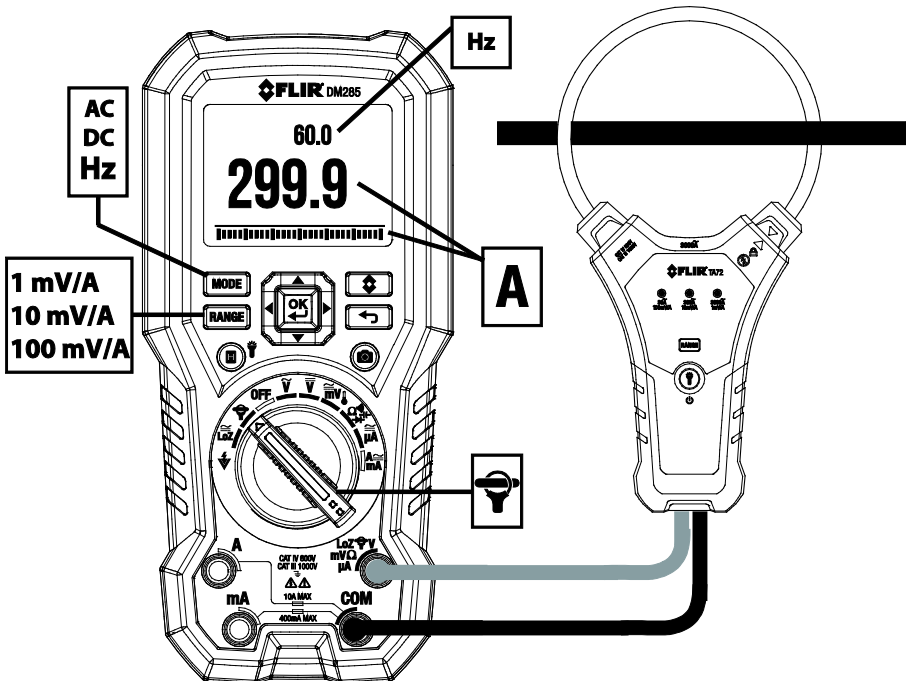

Fig. 9-12 Application de l'adaptateur de pince FLEX
2. Connectez un adaptateur de pince, comme illustré sur la Fig. 9-12.